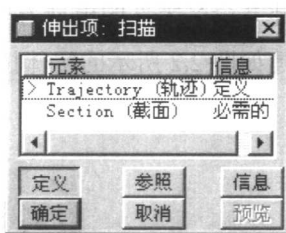

图 2.5 “伸出项:扫描”对话框
(1) 选择下拉菜单 **插入(I)** → **扫描(S)** → **伸出项(E)...** 命令,此时系统弹出如图 2.5 所示的“伸出项:扫描”对话框